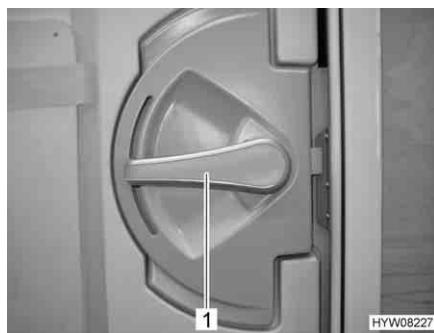

Fig. 31 Serratura della porta (porta di ingresso, lato interno)
*Apertura:* ■ Premere la maniglia della porta (Fig. 31,1) verso il basso.
*Bloccaggio:* ■ Ruotare la maniglia della porta (Fig. 31,1) per circa 45° verso l'alto e lasciarla in questa posizione.